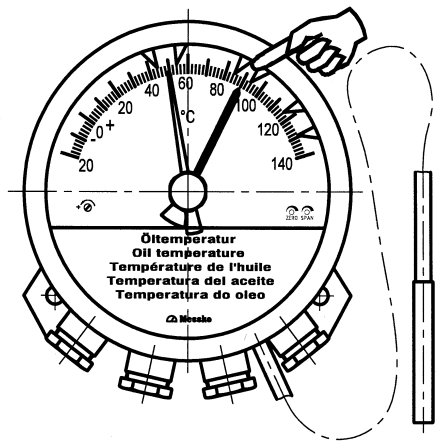

Fig.3
3.3 Ajuste de los microinterruptores (Fig.3)